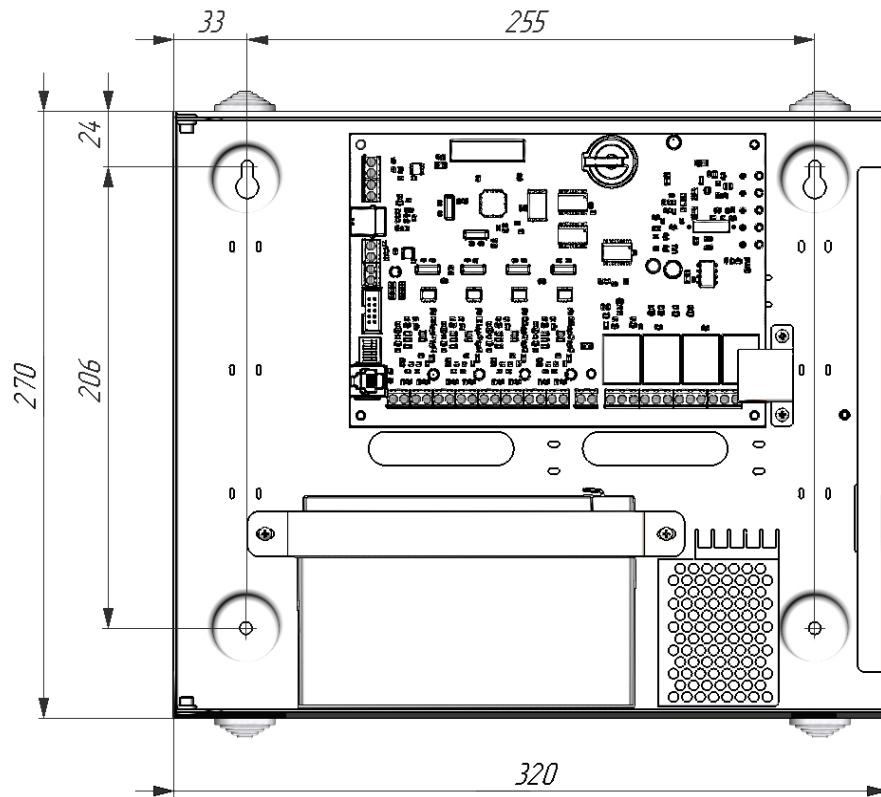

Рис.2. Габаритные и установочные размеры АПКП и ВПУ.
Габаритные и установочные размеры АПКП и ВПУ показаны на рис.2.
3.1.3. На блоке питания АПКП (рис.2) расположены клеммы питания  $\approx 220\text{V}$  и заземления.